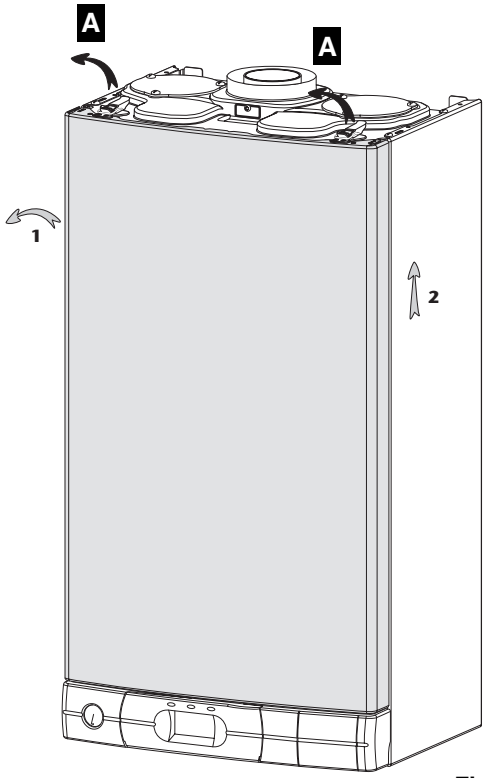

Fig. 8
- dévisser la vis de sécurité et décrocher les deux grenouillères **A** de fixation de la façade (fig. 8)